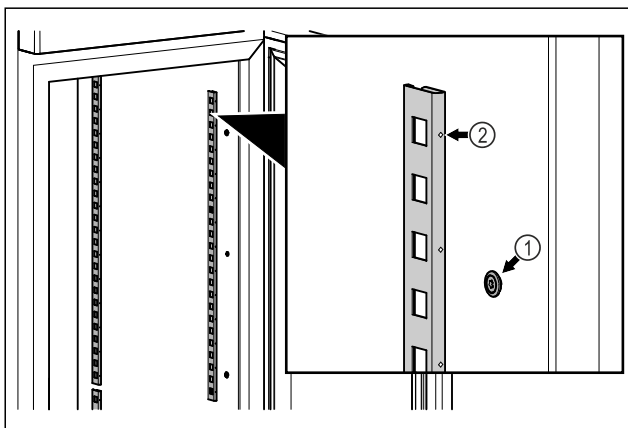

Fig. 48 Exempel
- ▶ Haka fast haklisterna i upphängningen Fig. 48 (1). Markeringen Fig. 48 (2) måste peka framåt.